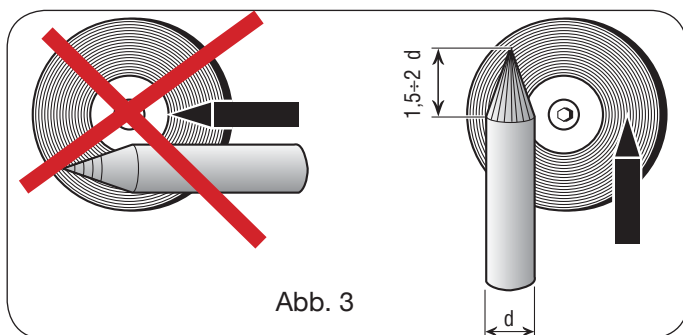

Abb. 3
Die Vorbereitung der Elektrodenspitze erfordert besondere Aufmerksamkeit. Die Elektrode leicht anschleifen, so dass sie vertikale Riefen aufweist (siehe Abb. 3).
- Die Wolframelektroden spitze auf einer Länge, die dem 1,5- bis 2fachen des Elektrodendurchmessers entspricht, konisch anschleifen (Abb. 3).